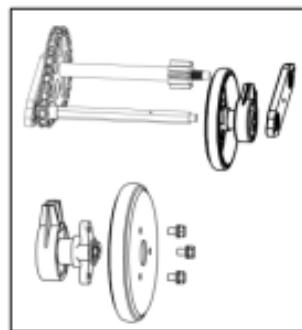

Figure 27
6. Retirez les trois vis qui fixent les plaques latérales de la roue de friction et remplacez uniquement la bague en caoutchouc. Voir la figure 27.